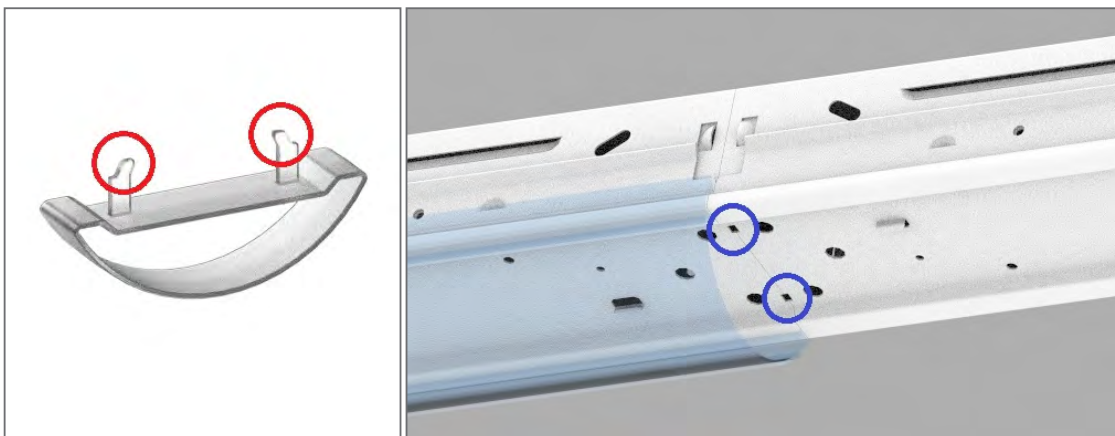

FIGURE 22
7. Insérez les extrémités des pattes de la lentille de jonction (entourées en rouge Figure 22) dans les découpes des plaques de réflecteur (entourées en bleu sur la Figure 23) et faites pivoter la pièce de jonction pour qu'elle s'insère entre la lentille extérieure et les plaques de réflecteur (Figure 18).